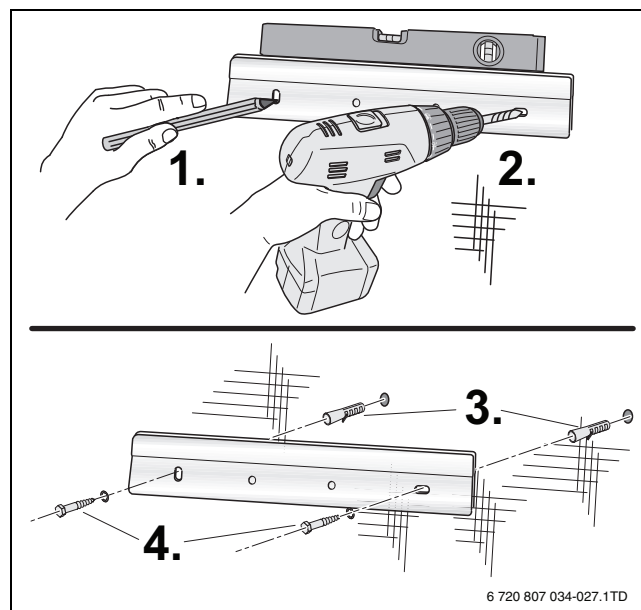

Fig. 10 Instalarea pe perete a șinei de suspendare
- ▶ Marcați orificiile cu ajutorul șinei de suspendare livrate (→ fig 10).